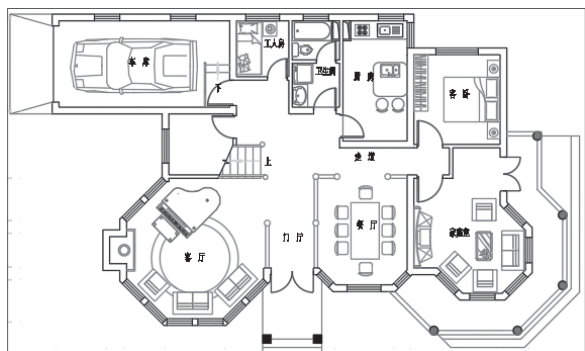

图 2-32
**步骤 01** 打开“别墅方案”素材文件，如图2-32所示。